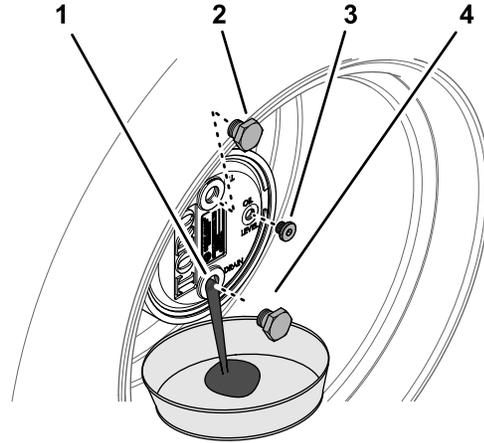

Figura 60
2. Retire o tampão de enchimento da posição das 12 horas e o tampão de verificação da posição das 3 horas (Figura 60).
3. Coloque o recipiente de escoamento por baixo do cubo da roda, retire o tampão de drenagem e deixe o óleo escorrer até drenar completamente (Figura 60).
5. Instale o tampão de drenagem no orifício de drenagem da caixa da engrenagem planetária (Figura 60).